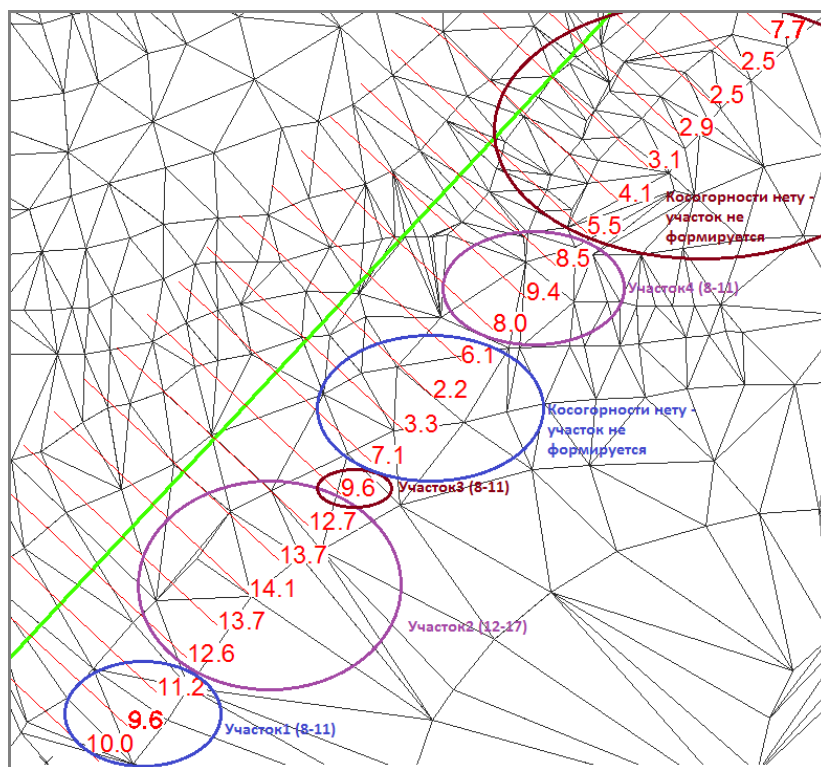

Рис. 108 Пример формирования участков при заданных градациях  $8^\circ$ ,  $12^\circ$ ,  $18^\circ$ ,  $30^\circ$
3. Группирование уклонов в участки согласно указанным пользователем градациям. Например,  $8^\circ - 11^\circ$ ,  $12^\circ - 17^\circ$ ,  $18^\circ - 30^\circ$ ,  $>30^\circ$  (см. рис. 108).